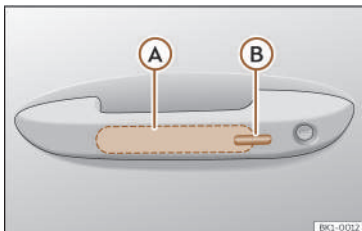

Fig. 67 Maniglia della porta: superficie dei sensori.
>>> **fig. 67**
- Toccare la superficie >>> **fig. 67 B** situata sul lato esterno della maniglia della porta. Gli indicatori di direzione lampeggiano una volta.
- Prima che trascorrono 5 secondi, toccare una volta il sensore del lato esterno della maniglia della porta >>> **fig. 67 B**. Nel farlo, non afferrare la maniglia. Il sistema Keyless Access è disattivato temporaneamente.